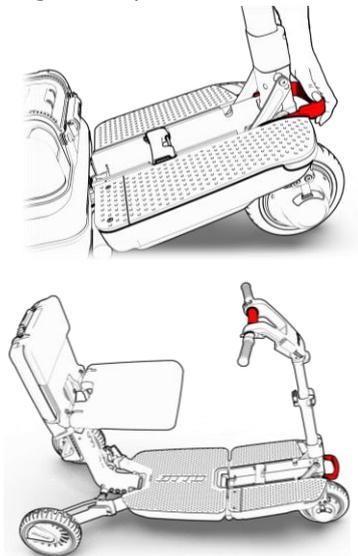

Figura 41
5. Utilice una mano para mantener la varilla en posición vertical y, con la otra, suelte la palanca frontal (consulte la Figura 41, paso 1). En caso de que la palanca delantera requiera una cantidad significativa de fuerza para operar, aplique presión horizontal en la manija principal hacia la parte delantera del ATTO (vea la Figura 41, paso 2). Esto liberará la presión sobre la palanca delantera y facilitará la apertura (consulte la Figura 41, paso 3).